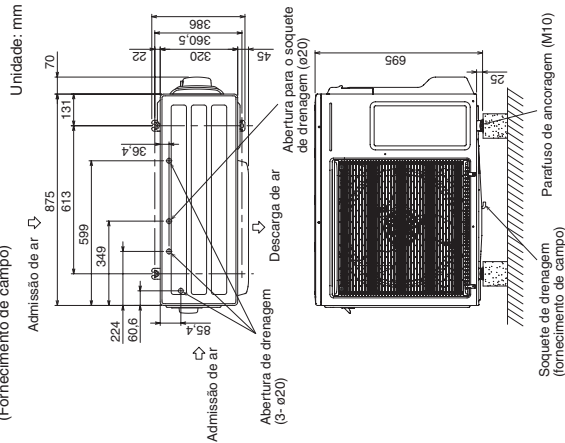

Fig. 3-1
- Consulte a Fig. 3-1 para as dimensões dos parafusos de ancoragem.